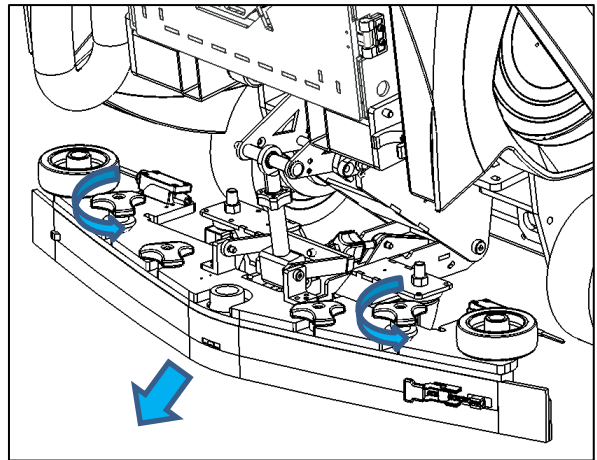

Fig. 2
2. Pour retirer l'ensemble de la raclette du robot, desserrez les deux boutons de montage extérieurs, sortez l'ensemble de la raclette et posez-la sur un sol plat (Fig. 2).